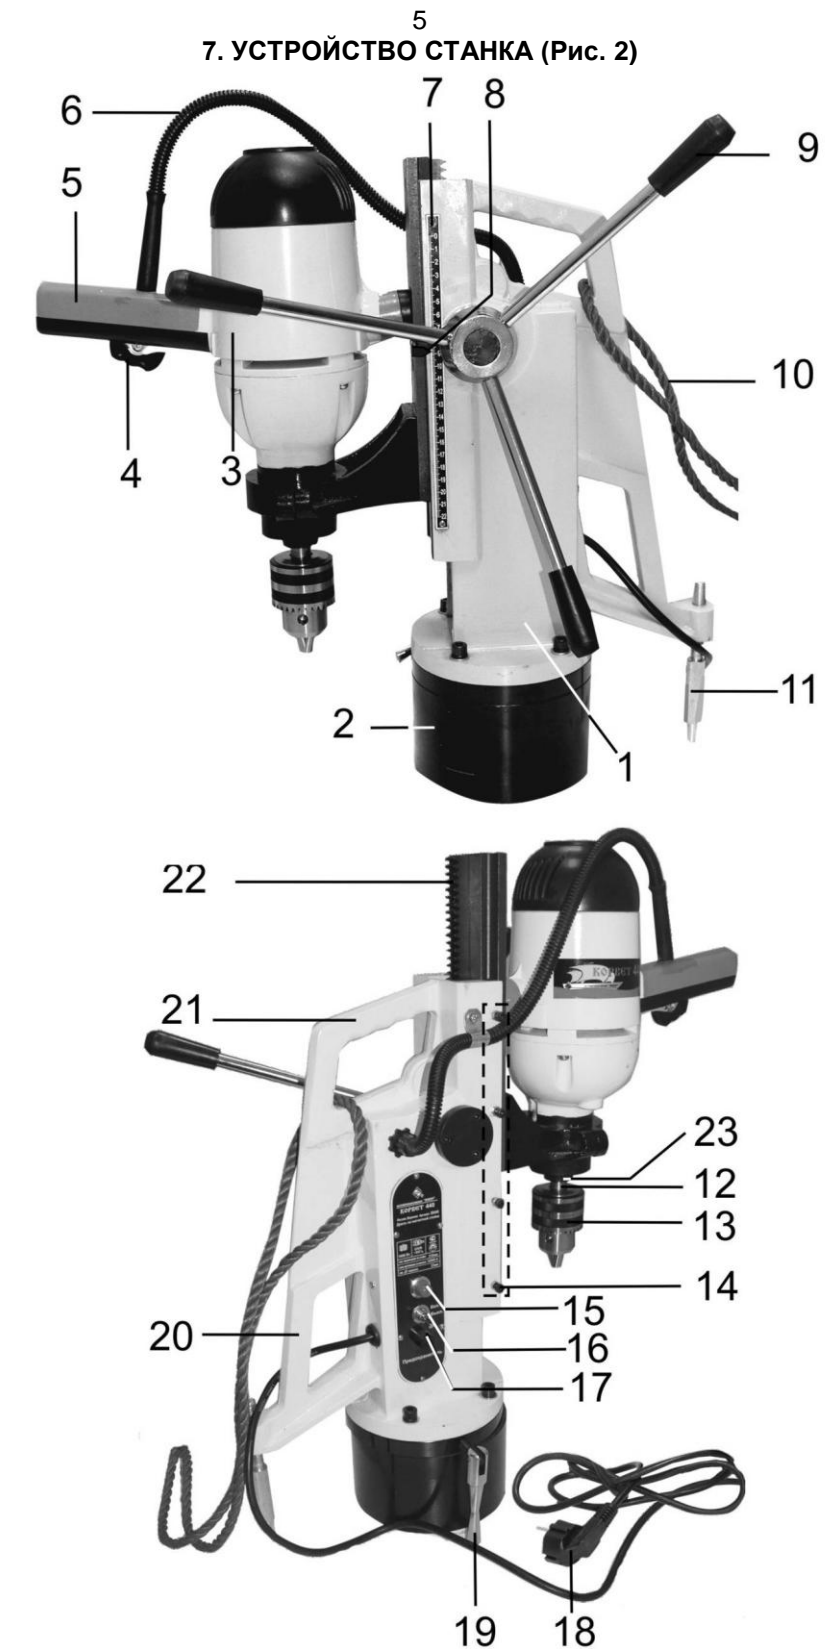
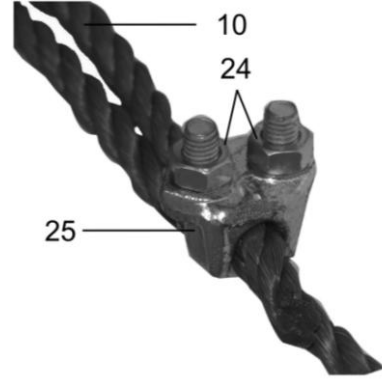
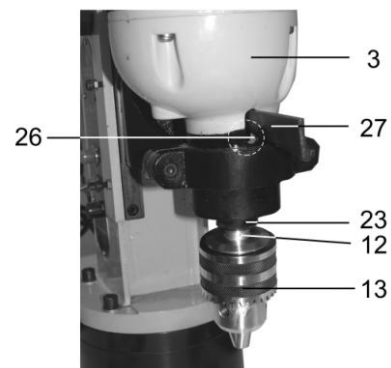

Рис. 2
Рис. 3
Рис. 4
8.1. Установите станок на ровную устойчивую горизонтальную поверхность. Переносите станок за ручку (21) или (20), Рис. 2. Обеспечьте устойчивое положение станка на горизонтальной поверхности вращением опоры (11), Рис. 2. Опора (11), Рис. 2, предотвращает опрокидывание станка «назад».
8.2. Вверните три ручки (9), как показано на Рис. 2.
Закрепите сверлильный патрон (13) в сборе с дорном (12) на шпинделе (23), Рис. 2 (или сверло с коническим хвостовиком) легким ударом через деревянный брусок. Кулачки сверлильного патрона (13), Рис. 2, при этом должны быть сведены. Протяните через ручку (21) или (20) страховочный трос (10), Рис. 2. Концы троса (10) фиксируются хомутом (25) с помощью гаек (24), Рис. 3. Длина выступающих концов троса (10), Рис. 3, должна быть не менее 10 диаметров троса.
9. ИНСТРУКЦИИ ПО ЭКСПЛУАТАЦИИ (Рис. 2)
Перед тем, как включить шнур питания (18) станка в розетку, убедитесь, что выключатель (4) и тумблер (16) находятся в выключенном положении, как показано на Рис. 2.
9.1.2. Перемещение сверлильной головки (3) по рейке (22) и осевое перемещение сверлильного патрона (13) с режущим инструментом задается вращением ручки (9), Рис. 2.
9.1.3. Контроль и регулировка глубины сверления «глухих» отверстий производится с помощью шкалы (7) и указателя (8), Рис. 2.
9.1.4. Плавность хода сверлильной головки (3) регулируется четырьмя винтами (14), Рис. 2.
Если движение затруднено, ослабьте каждый винт (14) на 1/4 оборота и закрепите новое положение контргайками винтов (14), Рис. 2.
9.1.5. Для установки угла поворота колонны (1) относительно магнитной подошвы (2) ослабьте рукоятку (19), Рис. 2. Затем за ручку (5) поворачивайте колонну (1), Рис. 2, до нужного положения. Закрепите новое положение колонны (1), затянув рукоятку (19), Рис. 2.
9.1.6. Для снятия сверлильного патрона (13) из шпинделя (23) используется клин (27), Рис. 4. Для этого, при извлеченном из розетки шнуре питания (18), Рис. 2, совместите вращением шпинделя (23), Рис. 4, паз в шпинделе с пазом (26), Рис. 4, на сверлильной головке (3).
Вставьте в этот паз (26) клин (27), как показано на Рис. 4, и легкими ударами по клину (27) выталкивайте дорн (12) вместе со сверлильным патроном (13) из шпинделя (23), Рис. 4.
9.2. Монтаж и работа (Рис. 2).